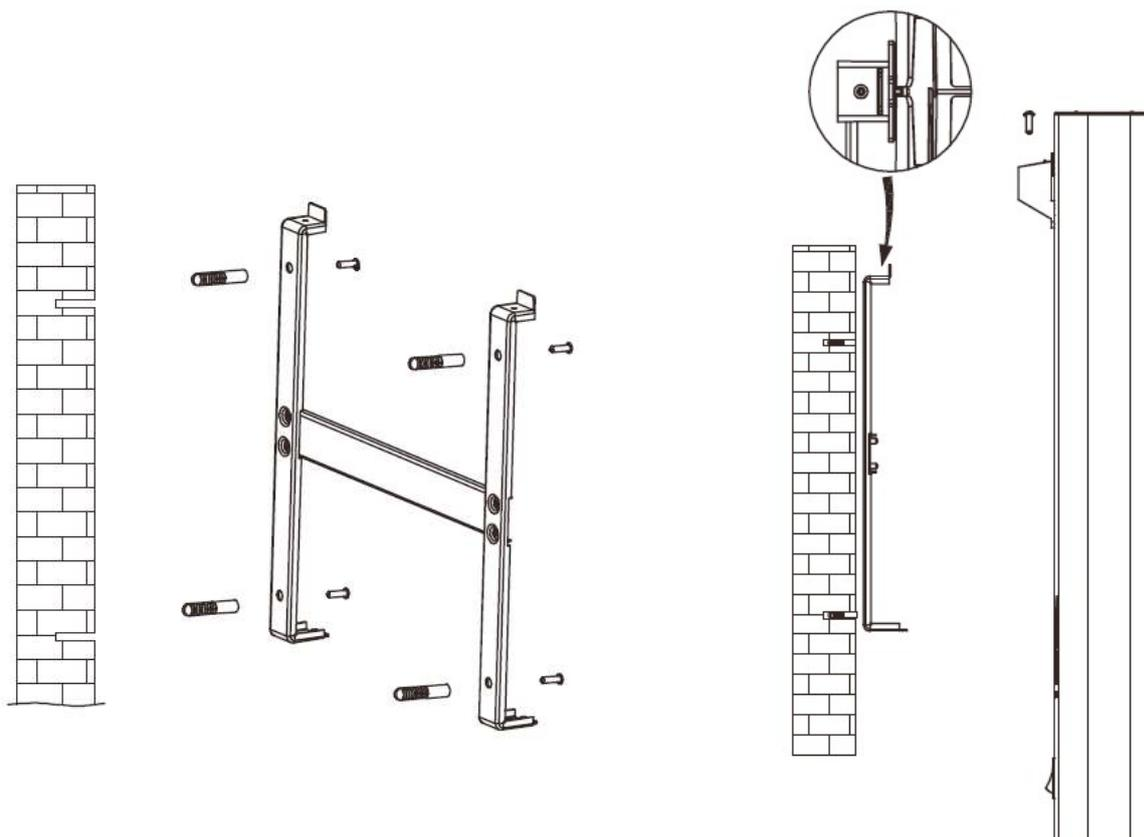

Fig. 3
3. Fixez les crochets muraux supérieurs à l'aide des vis (Fig 3).